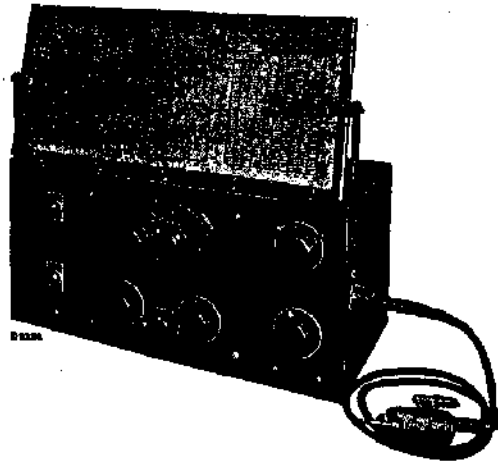

Fig. 1
1. Oscillator type G.M. 2880F (Fig. 1) met kunst-antenne (voor de 667 A uitsluitend de aansluiting zonder rode punt gebruiken).